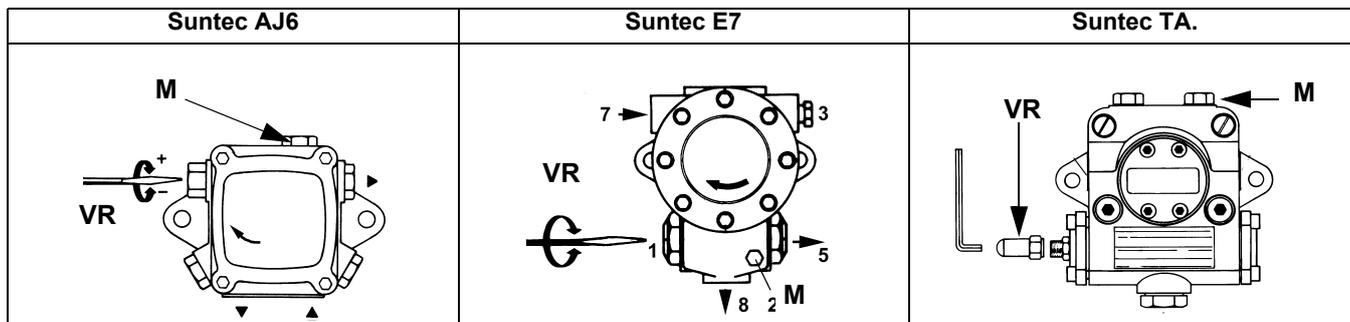

Рис. 27
- 3 выпустить воздух со штуцера (M) манометра насоса (Рис. 27), расслабив слегка заглушку, но не снимая ее; затем отпустить контактор;